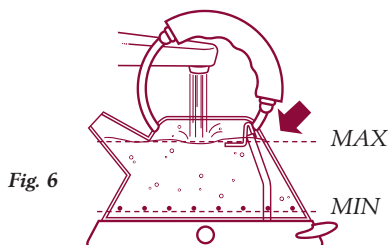

Fig. 6
- Overskrid ikke MAX niveauet svarende til 1,5 l (grænsen er angivet ved hjælp af indikatoren for maks. niveau indvendigt i elkedlen). Hvis elkedlen fyldes til mere end MAX niveauet, er der risiko for udslip af kogende vand gennem hældetuden og dermed også for skoldninger (fig. 6).